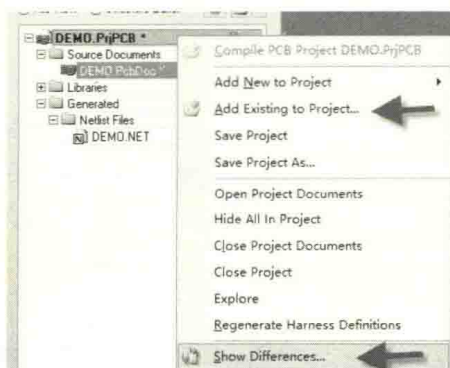
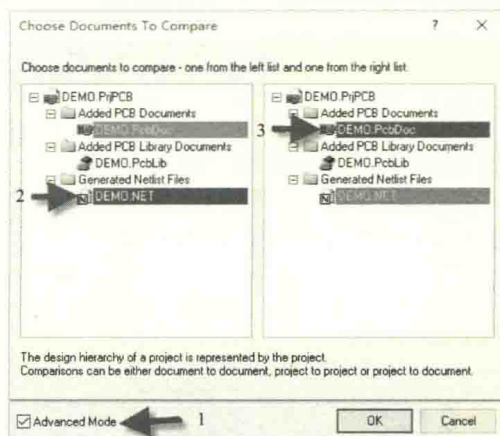
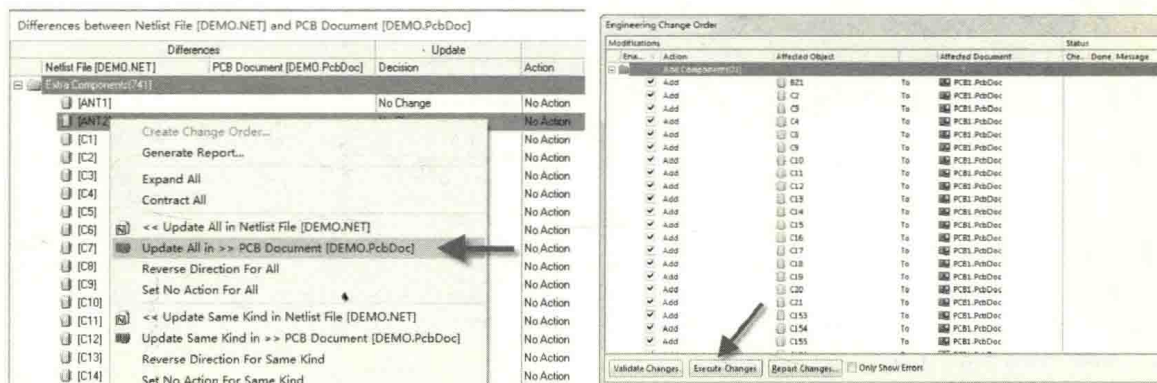
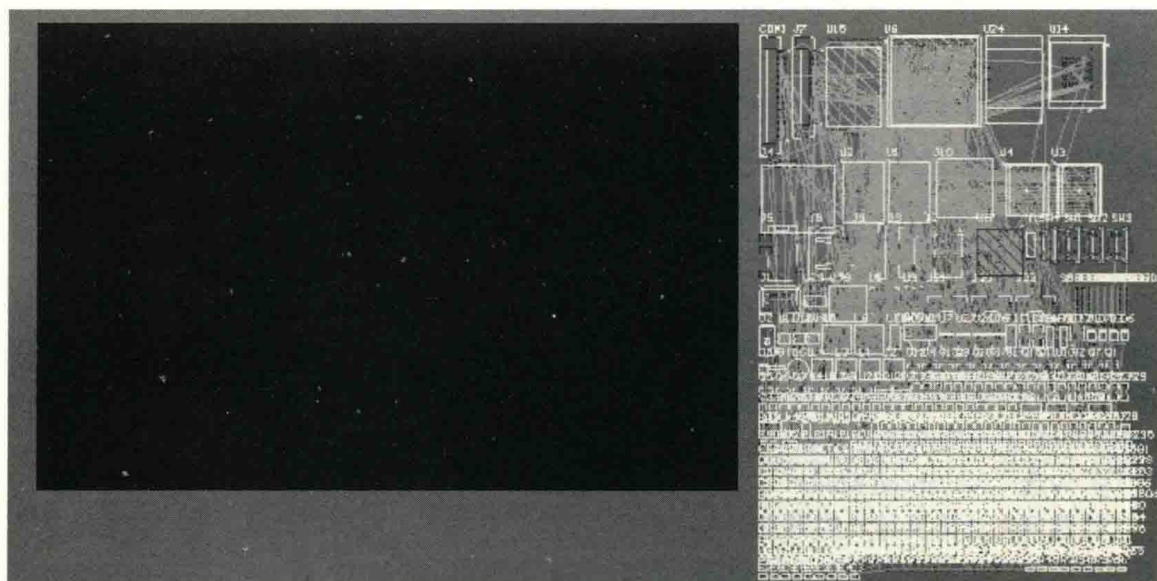

图 7-19 把需要对比导入的网表添加到工程中并执行对比命令
图 7-20 网表对比导入法
图 7-21 对比结果反馈窗口及导入执行窗口
图 7-22 导入效果图
(1) 在工程目录下单击鼠标右键，执行“Add Existing to Project...”命令，把需要对比导入的网表添加到工程中，如图 7-19 所示。
(2) 选中加入工程的网表，右键选择执行“Show Differences...”命令，如图 7-19 所示，进入如图 7-20 所示的网表对比窗口，并按照图示序号操作。
① 勾选“Advanced Mode”。
② 选择左边需要导入的网表。
③ 选择右边需要更新进入的 PCB，单击“OK”按钮。
(3) 出现对比结果反馈窗口，如图 7-21 中左图所示，继续右键选择执行“Update All in>> PCB Document [DEMO.PcbDoc]”命令，即把网表和 PCB 对比的相关所有结果准备导入进去 PCB。
(4) 执行左下角的“Create Engineering Change Order...”命令，进入和直接导入法一样的导入执行窗口，如图 7-21 中右图所示，单击“Execute Changes”按钮更新进入 PCB 即可。导入效果图如图 7-22 所示。